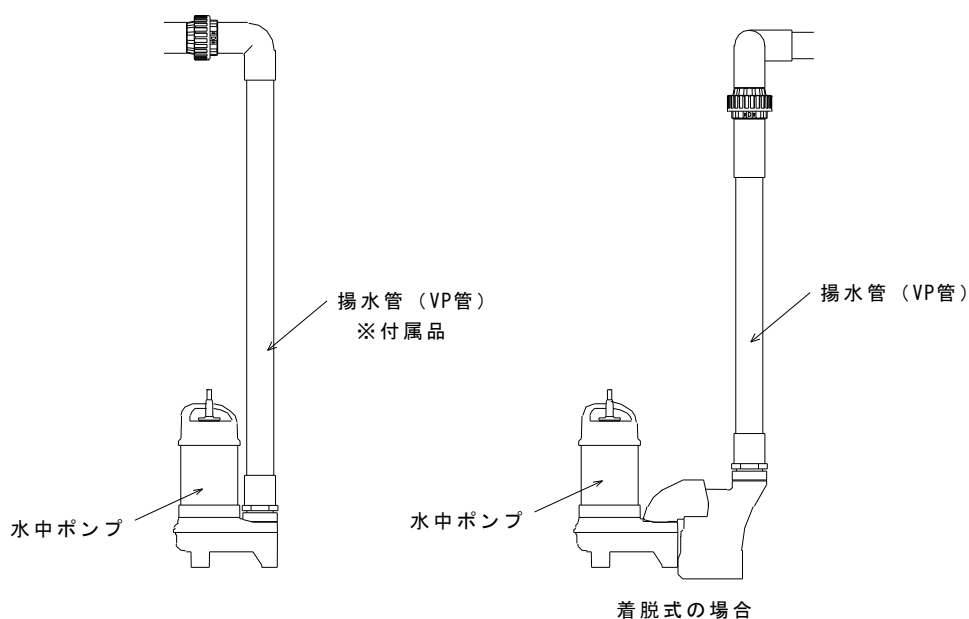

図 11 水中ポンプ配管
- ・水中ポンプ配管を図 11 に示します。付属の揚水管 (VP 管) は長めにしていますので、寸法を調整し接続してください (着脱式は除く)。着脱式の場合、揚水管は本体に組み込んでいます。